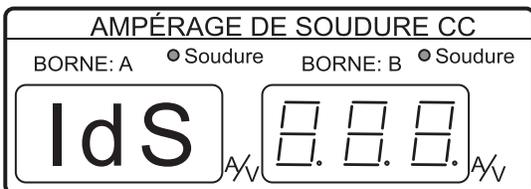

Figure 54. Mesureur de soudure à CC (arrêt au ralenti)
- Le processus de soudage s'arrête une fois que le temps prédéfini (1-30 minutes) a été atteint. Le moteur s'arrête et le message « 1d5 » s'affiche sur l'appareil de mesure de la soudure en CC (Figure 54).